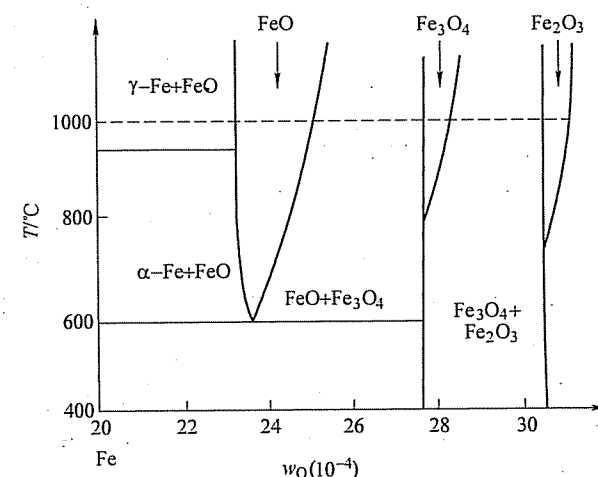

图 12-1 第七题第 2 小题图
2. (10 分) 试利用图 12-1 所示  $\text{Fe}-\text{O}$  相图分析纯铁在  $1000^\circ\text{C}$  氧化时氧化层内的组织与氧浓度分布规律，画出示意图。